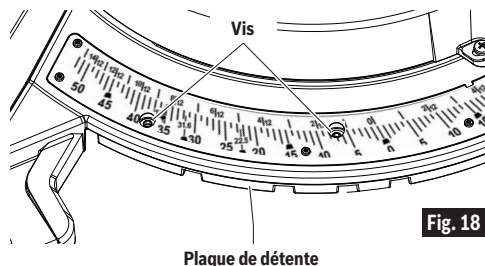

Fig. 18
2. Localisez quatre trous ronds dans la plaque de l'échelle d'onglet. Il y a une vis dans chaque trou. Utilisez la petite extrémité de la clé hexagonale de 6/4 mm ou d'une clé hexagonale de 4 mm pour desserrer toutes les quatre vis d'un à deux tours. Ceci desserrera la plaque de détente d'onglet (voir Fig. 18).